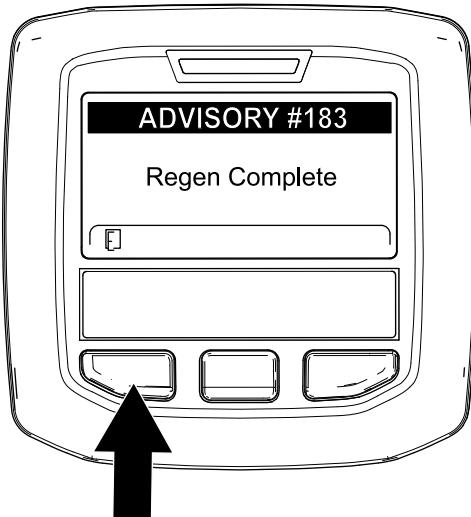

Рисунок 62
- Когда компьютер двигателя завершает процесс стационарной или восстановительной регенерации, на дисплее инфо-центра появляется ИНФОРМАЦИОННОЕ СООБЩЕНИЕ № 183 (Рисунок 62). Для перехода на главный экран нажмите левую кнопку.
Примечание: Если регенерацию не удалось завершить, на дисплее инфо-центра появляется информационное сообщение № 184 (Рисунок 62). Для перехода на главный экран нажмите левую кнопку.